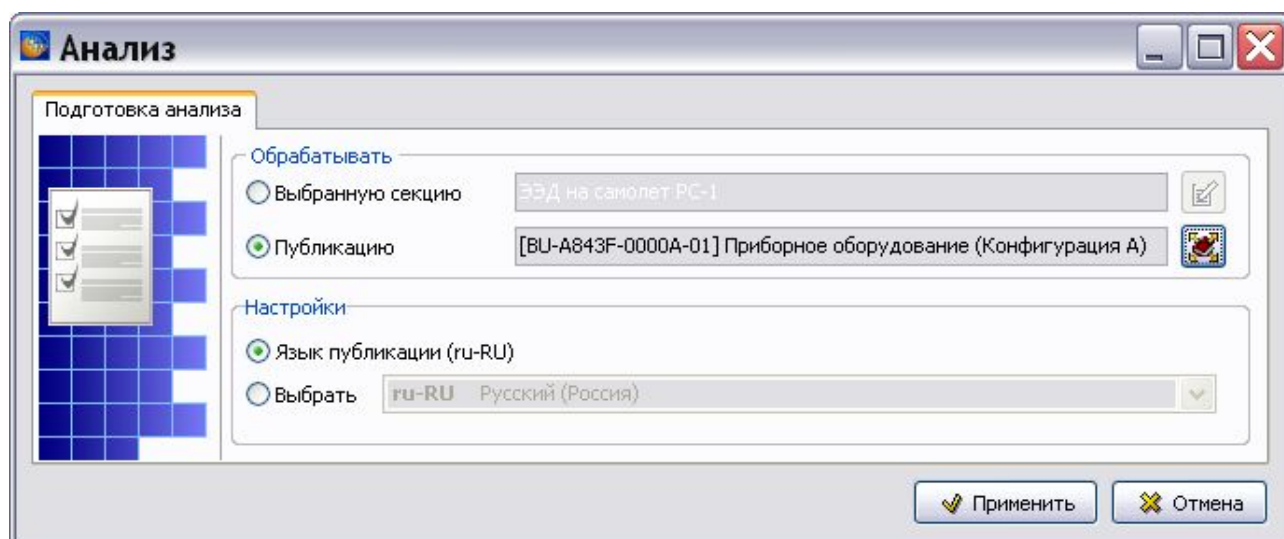

Рис. 8.123
2. Выберите версию публикации. После нажатия на кнопку **Выбрать** произойдет возврат в окно **Анализ**. В поле **Публикация** будет указана выбранная публикация (Рис. 8.123).